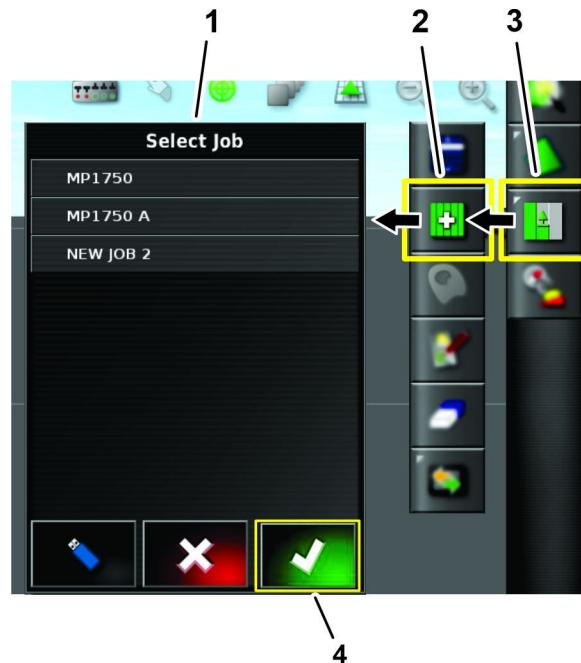

Figura 69
- Pressione o ícone do Menu de trabalho (Figura 69).
- Selecione o trabalho existente (Figura 69).